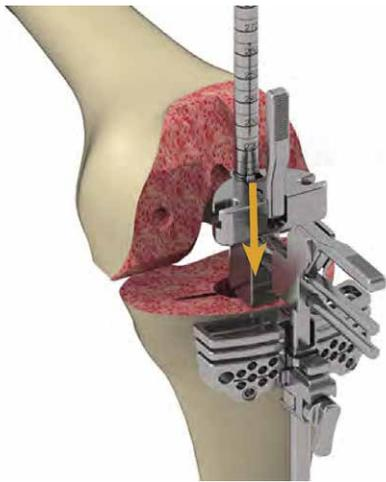

Fig. 5
Cierre la palanca (1) para evitar que el bloque de corte se deslice hacia abajo. Deslice la Guía de alineamiento tibial intramedular sobre la fresa en el canal medular y ajuste la rotación deseada de los instrumentos. Fije la posición impactando los pines proximales de la Guía de alineamiento tibial intramedular en el hueso tibial (Fig. 5).